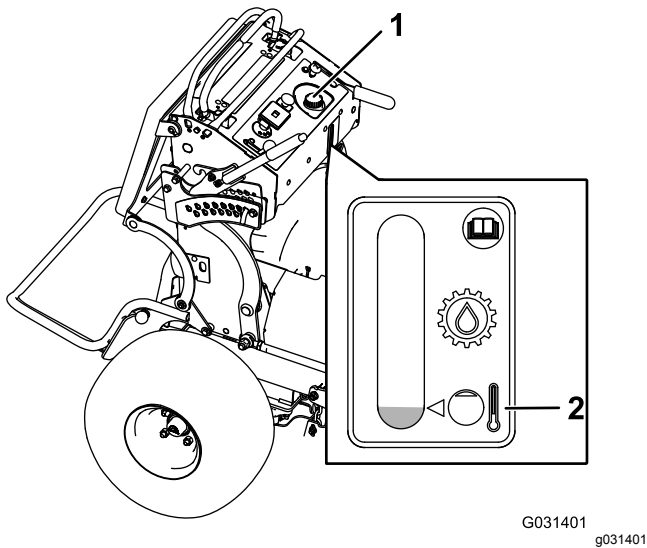

Figura 69
- Limpie alrededor del cuello de llenado y el tapón del depósito de aceite hidráulico (Figura 69).
4. Retire el tapón del cuello de llenado (Figura 69).